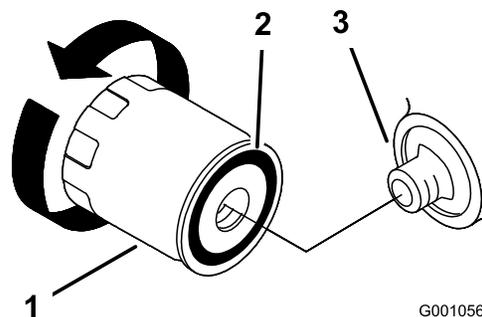

Figura 18
2. Remova o filtro de óleo antigo e limpe a superfície de vedação do adaptador do filtro (Figura 18).
3. Aplique uma fina camada de óleo para sistemas hidráulicos na junta de borracha do filtro de substituição (Figura 18).
4. Instale um filtro de óleo de substituição no adaptador do filtro, rode o filtro de óleo no sentido horário até que o vedante de borracha entre em contacto com o adaptador do filtro, em seguida, aperte o filtro mais 2/3 a 1 volta (Figura 18).